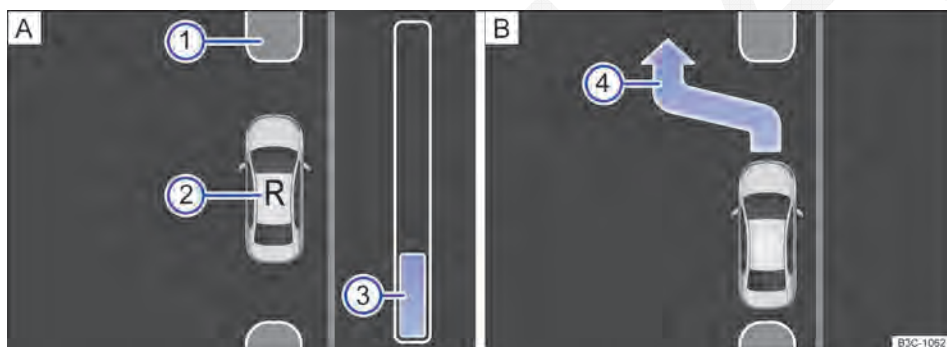

Fig. 167 No display do instrumento combinado: sair da vaga de estacionamento ao longo da pista. A: manobrar, B: sair da vaga de estacionamento.
Legenda para Fig. 167:
6.	Conduzir em marcha a ré até o sinal de alerta contínuo do Park Pilot, OU: até que apareça a solicitação para conduzir para frente no display do instrumento combinado. A barra de evolução ⇒ Fig. 167  A serve como exibição da distancia a ser percorrida ⇒ Página 243.